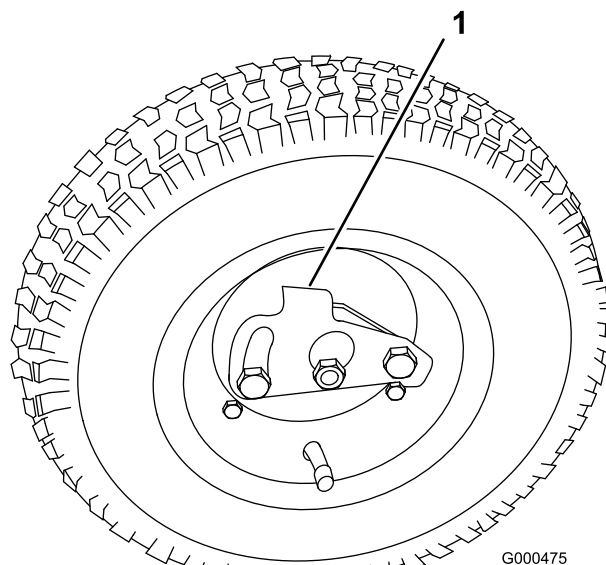

Figura 7
5. Deslice la rueda sobre el eje (Figura 7).
6. Gire el clip de retención de la rueda alejándolo del centro de la rueda, dejando que ésta entre más en el eje (Figura 7).